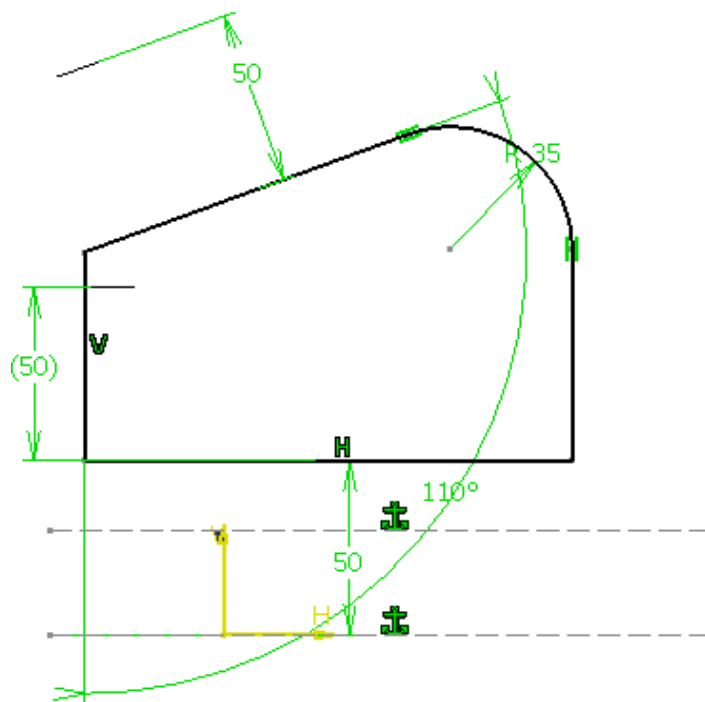

Рис. 74
3) Двічі натиснути в дереві моделювання на ескізі "Sketch.1", тим самим вибравши його в якості редагованого ескізу (Рис. 74).